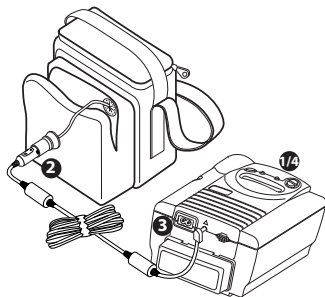

Figure 5 : Branchement du cordon d'alimentation en courant continu
2. Branchez l'extrémité de l'adaptateur du cordon d'alimentation en courant continu dans la prise du bloc-batterie. Référez-vous à la figure 5.